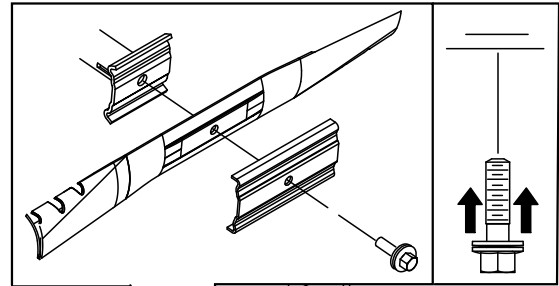

Figure 27
- Montez une lame neuve (tournez le boulon de la lame dans le sens horaire) et toutes les fixations (Figure 27).